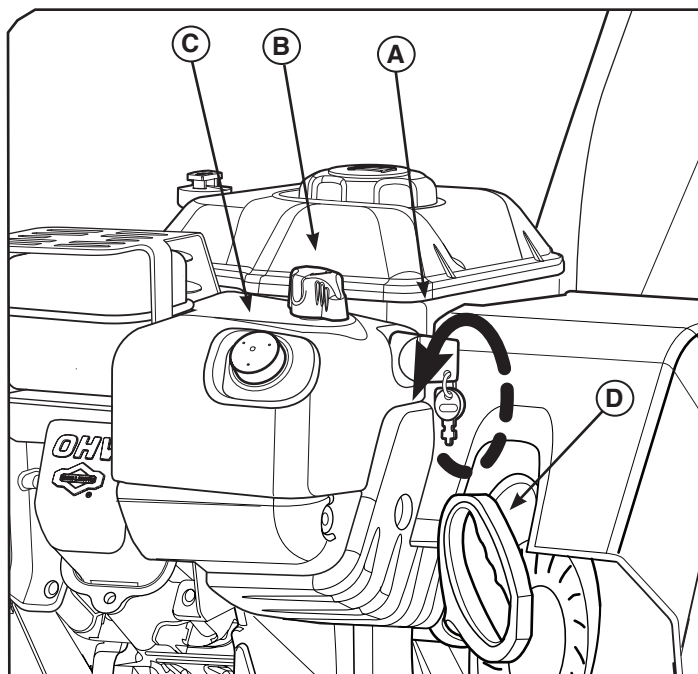

Figure 2
3. Insérer la clé MARCHE/ARRÊT (A, Figure 2) et tourner à la position MARCHE ou insérer la clé Pousser/Tirer, si équipé.
9. Au fur et à mesure que le moteur se réchauffe, déplacer la commande d'étrangleur (B, Figure 2) à la position ouvert.
1. Tourner la clé MARCHE/ARRÊT (A, Figure 2) à la position ARRÊT ou enlever la clé Pousser/Tirer, si équipé.